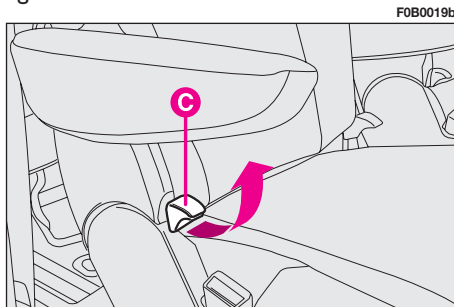
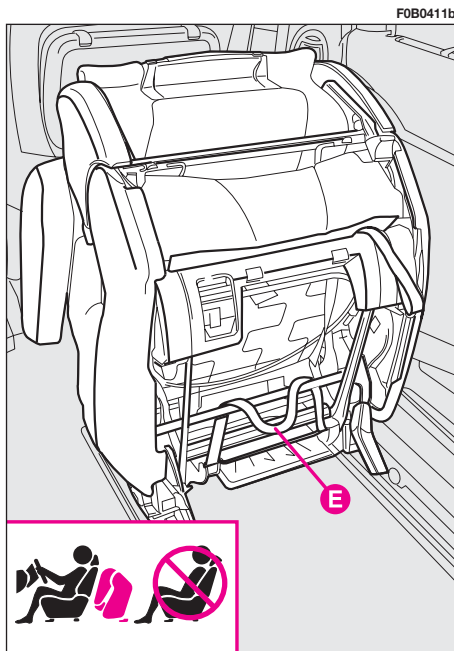

fig. 33
fig. 36
REGOLAZIONE SCHIENALE INCLINABILE fig. 33
Per usufruire del piano di appoggio ricavato nello schienale dei sedili laterali (posizione a “tavolino”), agire sulla leva di sgancio **C**-fig. 33 ed accompagnare lo schienale fino al cuscino.
Agire sulla leva di sgancio **C-fig. 33** ed accompagnare lo schienale fino ad ottenere la posizione a “tavolino”; proseguire nella rotazione, accompagnando il sedile ripiegato fino ad ottenere la configurazione a “portafooglio” illustrata in **fig. 36**.
Con sedile seconda fila ripiegato a “portafooglio”, non è consentito trasportare passeggeri sui sedili della terza fila, come indicato dalla targhetta **fig. 36 ubicate sui sedili stessi, onde evitare ogni rischio di contatto nei meccanismi dell’articolazione del sedile ripiegato.**
Per accedervi sollevare la leva **C-fig. 33** agendo dall’esterno e ribaltare in avanti il sedile completo.
– agire sulla leva di sgancio **C**-fig. 33 ed accompagnare lo schienale fino ad ottenere la posizione a “tavolino”; proseguire nella rotazione, accompagnando il sedile ripiegato fino ad ottenere la configurazione a “portafooglio” fig. 36;